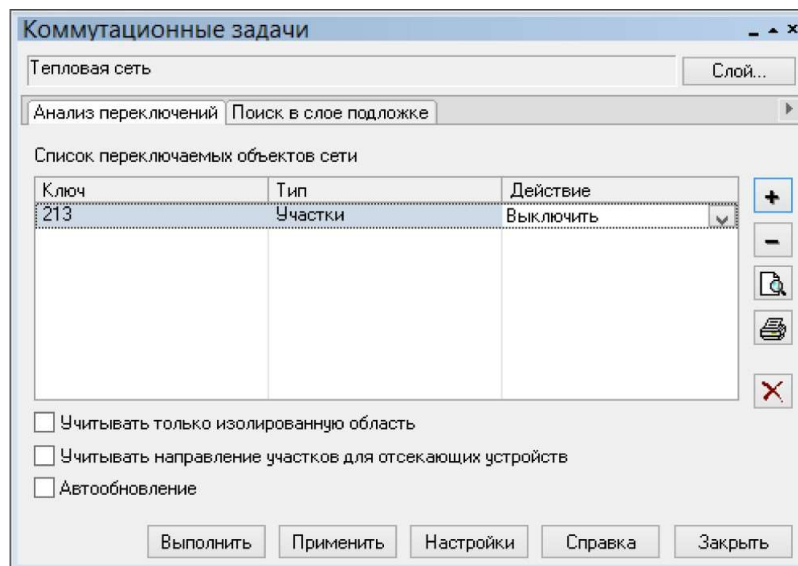

Рисунок 7 Список переключаемых объектов
5. Нажмите кнопку  панели. Выбранный объект добавится в список переключаемых объектов сети в диалоговом окне. (Рисунок 7. «Список переключаемых объектов»).